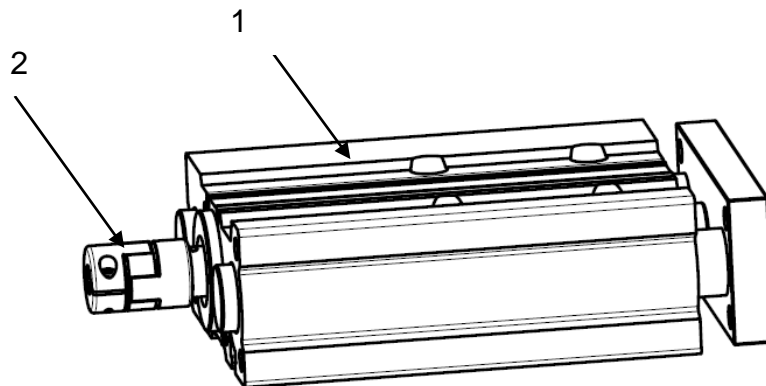

Рисунок 4 – Установка муфты на модуль.
1) установить муфту (поз. 2) на вал модуля (поз. 1) (см. рисунок 4). Закрепить муфту и вкрутить винт муфты со стороны вала электроцилиндра. Все резьбовые отверстия должны быть зафиксированы при помощи среднего фиксатора (A1042 или аналог);